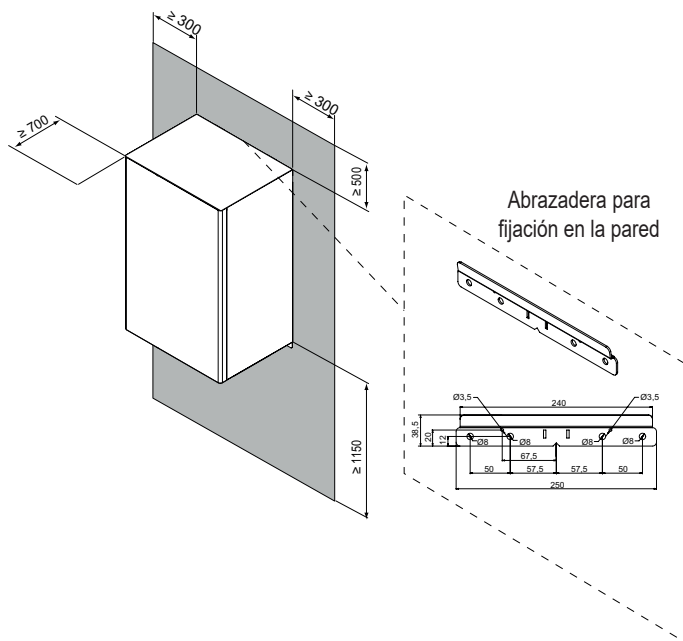

fig. 12 - área operativa mínima para la unidad interior
- El espacio alrededor de la unidad es adecuado para el mantenimiento, consulte fig. 12.